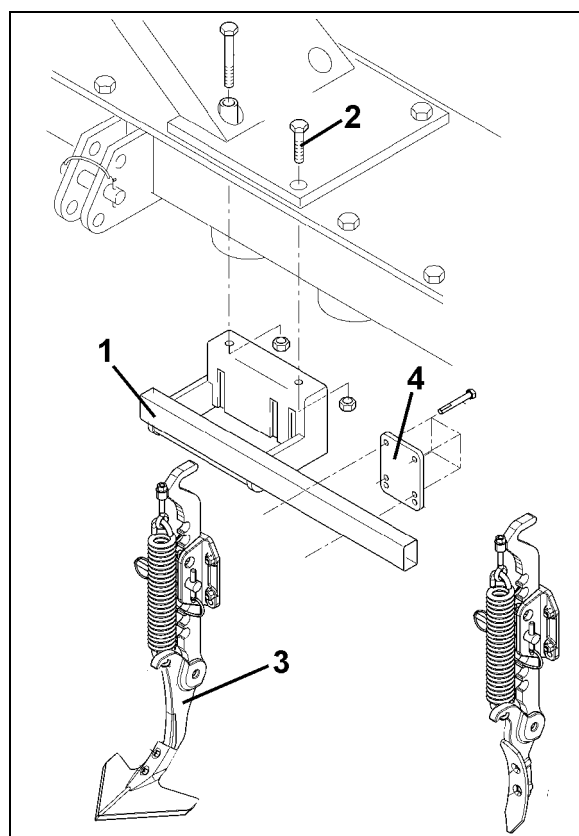

Fig. 24
Die Bodenbearbeitungsmaschine kann mit geringerer Arbeitstiefe eingesetzt werden, wenn diese tiefen Spuren zuerst von den Traktorspurlockern (Fig. 24) beseitigt werden.
2. Trägerrohr (Fig. 24/1) mit zwei Deckelbefestigungsschrauben (Fig. 24/2) an der Bodenbearbeitungsmaschine anschrauben.
3. Spurlockerer (Fig. 24/3) mit Klemmplatten (Fig. 24/4) und Schrauben an Trägerrohr befestigen.